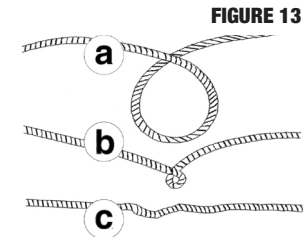

FIGURE 13
5. **PRÉVENEZ LES NŒUDS DANS LE CÂBLE AVANT QU'ILS NE SE FORMENT (FIGURE 13).**